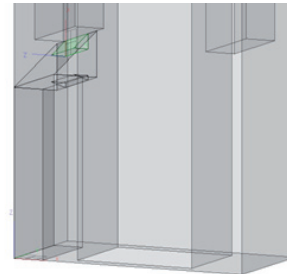

Рис. 26. Результат построения (1)
- Результат построения представлен на рис. 26.